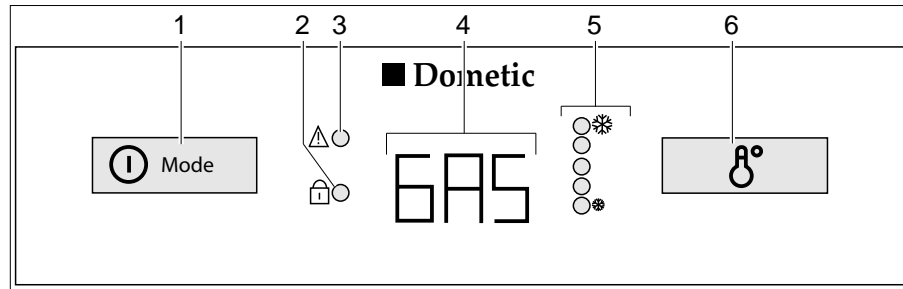

Bild 322 Bedienelemente für den Kühlschrank (Dometic 8er-Reihe mit AES)
Bei Störungen blinkt die Anzeige-LED Störung "⚠" (Bild 322,3).
Wenn die 230-V-Versorgung **nicht** angeschlossen und der Fahrzeugmotor **ausgeschaltet** ist, wählt das AES die Gasversorgung. Beim Anwählen des Gasbetriebs wird die Zündsicherung automatisch geöffnet, so dass Gas zum Brenner strömen kann. Gleichzeitig wird der elektronische Zünder eingeschaltet. Erlischt die Gasflamme, z. B. durch einen Luftzug, wird der Zünder sofort aktiviert und zündet das Gas wieder an. Bei Störung im Gasbetrieb blinkt in der Betriebsanzeige (Bild 322,4) der Text "GAS".
Nach dem Einschalten wählt der Kühlschrank automatisch die mittlere Thermostateinstellung. Diese Einstellung kann manuell mit dem Schalter für die Temperatureinstellung (Bild 322,6) nachgeregelt werden. Die Anzeige-LEDs (Bild 322,5) zeigen die gewählte Thermostateinstellung an. Mit dem Schalter wird die Kühltemperatur für alle drei Energiearten eingestellt. Es dauert einige Stunden, bis der Kühlschrank die normale Betriebstemperatur erreicht hat. Beim Umschalten der Betriebsart wird die Thermostateinstellung beibehalten. Die Kühltemperatur wird unabhängig von der Energieart beibehalten.
- Den Einschalter/Energie-Wahlschalter (Bild 322,1) 2 Sekunden lang drücken, um das Gerät einzuschalten. Die zuletzt gewählte Betriebsart wird in der Betriebsanzeige (Bild 322,4) angezeigt.
- Mit dem Einschalter/Energie-Wahlschalter (Bild 322,1) die Energieart wählen.
- Die Kühltemperatur am Schalter für Temperatureinstellung (Bild 322,6) einstellen. Die Anzeige-LEDs (Bild 322,5) zeigen die gewählte Thermostat-Einstellung.
- Den Einschalter/Energie-Wahlschalter (Bild 322,1) 2 Sekunden lang drücken. Alle Anzeigen erlöschen.